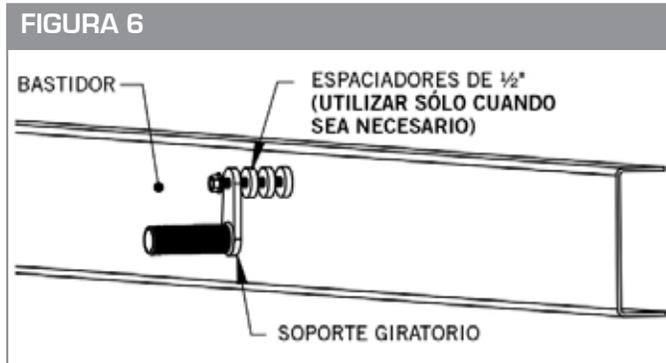

FIGURA 7
- Una vez que los soportes estén en posición con el guardafangos, apriete el 5/8" x 4-1/2" que atraviese el soporte giratorio (PB5015) para fijar el giratorio de forma segura al bastidor. (Ver la Figura 7)